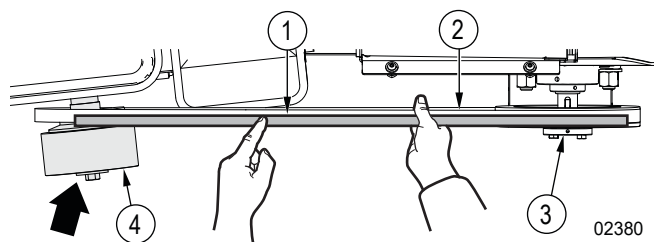

Figure 37—Alignez l'embrayage du moteur
- Si le bord du volant de l'embrayage du moteur n'est pas parallèle (est en biais) à la règle, alignez l'embrayage du moteur. Voir la *Figure 37*. Pour obtenir des instructions, consultez *Aligner l'embrayage du moteur*.